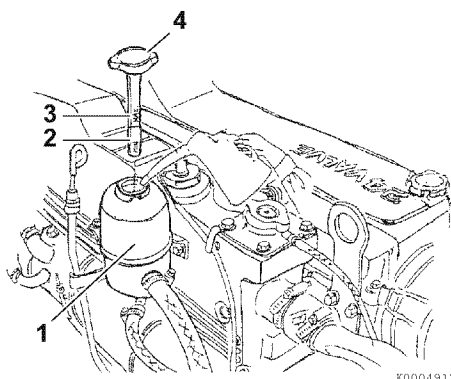

Figura 7
1. Retire el tapón de llenado o la varilla de nivel de aceite (4, **Figura 7**) del depósito de servicio del aceite de la dirección asistida (1, **Figura 7**) y límpielo con un paño limpio.
3. Extraiga la varilla de nivel de aceite. El nivel del aceite debe estar entre las líneas superior (3, **Figura 7**) e inferior (2, **Figura 7**) de la varilla de nivel de aceite.